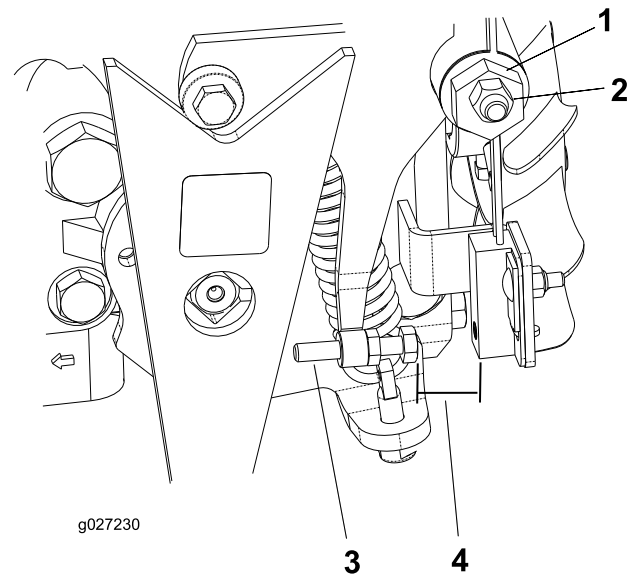

Bild 34
4. Lockern Sie die Sicherungsmutter an der Fahrtriebs-Einstellnocke (Bild 34).
5. Lassen Sie den Motor an und drehen das Sechskant (Bild 34) der Nocke in beide Richtungen, um die zentrale Stellung im Neutralbereich ausfindig zu machen.
3. Stellen Sie die Schraube ein, bis der Abstand $\pm 0,8-2,3$ mm beträgt, siehe Bild 34.